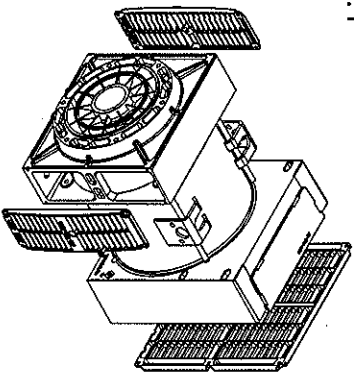

fig. 2
5) Im Falle von Bürstenoperatoren sollte der Verschleiß der Bürsten und des Kollektors in regelmäßigen Abständen kontrolliert werden. Die Bürsten müssen korrekt auf den Gleichstromzentrar sein (Abb. 2).
- 5) in case of a machine with brushes, check periodically brushes and the slip ring wear and make sure that their position is well centered on the slip ring (fig. 2)
- 5) Dans le cas d'alternateurs à balais, contrôler régulièrement l'usure des balais et du collecteur, ainsi que leur position par rapport centrée sur les anneaux de coulissement (fig. 2)
- 5) En el caso de alternadores de cepillos, comprobar periódicamente el desgaste de los cepillos y del colector, y que su posición se encuentre bien centrada con respecto a los anillos de deslizamiento (fig. 2).